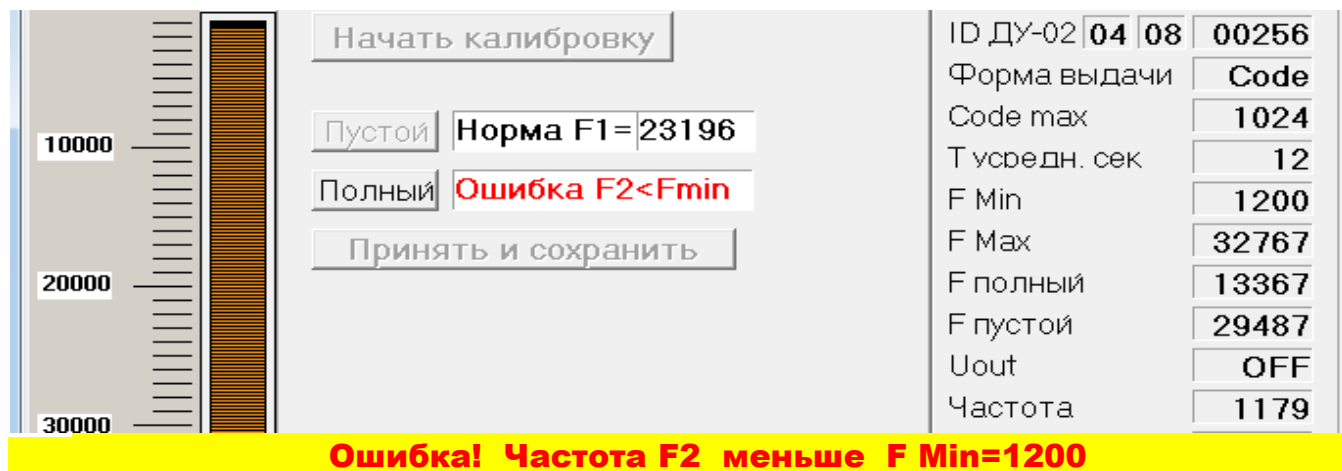

Рис. 9 Фрагмент окна «Калибровка» при ненормальном ходе процесса «Калибровка»
2.5.2 Если после выполнении пункта 2.2.4 появилось окно, фрагмент которого показан на рис. 9, то причинами этого могут являться следующие нарушения: